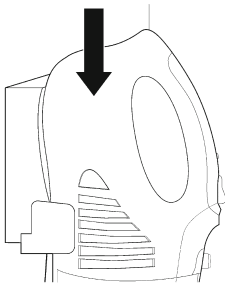

Abb. 7
- Schließen Sie das Kabel des Netzteils (5) an den Strom.
- Vergewissern Sie sich, dass der Ein-/Ausschalter (14) an der Position OFF (ausgeschaltet) steht.
- Stellen Sie das Gerät korrekt in die Station (2) (Abb. 7). Wenn es richtig positioniert wurde, leuchtet die LED rot auf. Lassen Sie es mindestens 2 Stunden lang aufladen.